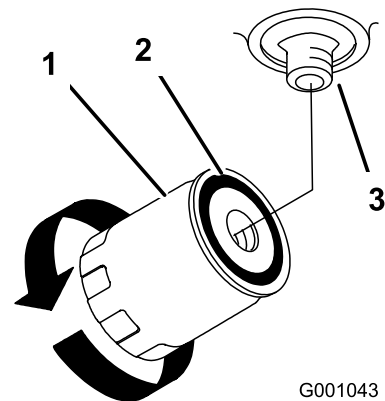

Bild 48
- Drehen Sie den Ölfilter nach rechts, bis die Gummidichtung den Anbaustutzen berührt. Ziehen Sie ihn dann um eine weitere 1/2 Umdrehung fester (Bild 48).